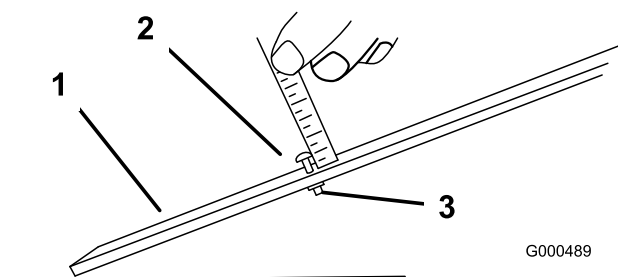

图17
1. 松开调刀尺上的螺母，并将调节螺栓设定为所需的剪草高度（图17）。